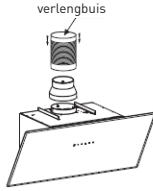

Afbeelding 2
3. Nadat u de hoogte van de dampkap hebt beslist, meet u de plaatsing van de gaten om de dampkap op te hangen, alsook de haak van de binnenste schouw. Boor 4 gaten van 8: 2 voor de haak van de binnenste schouw en 2 andere om de dampkap op te hangen, terwijl u erop toeziet dat deze laatste waterpas hangt. De positie van de haak van de binnenste schouw komt overeen met de plaats van de schouw. Zie afbeelding 2.
4. Schroef twee 4 x 30 mm bouten in de muur met behulp van pennen om de dampkap te bevestigen, en gebruik daarna twee 4 x 40 mm bouten om de haak van de binnenste schouw te bevestigen. Zie afbeelding 2.